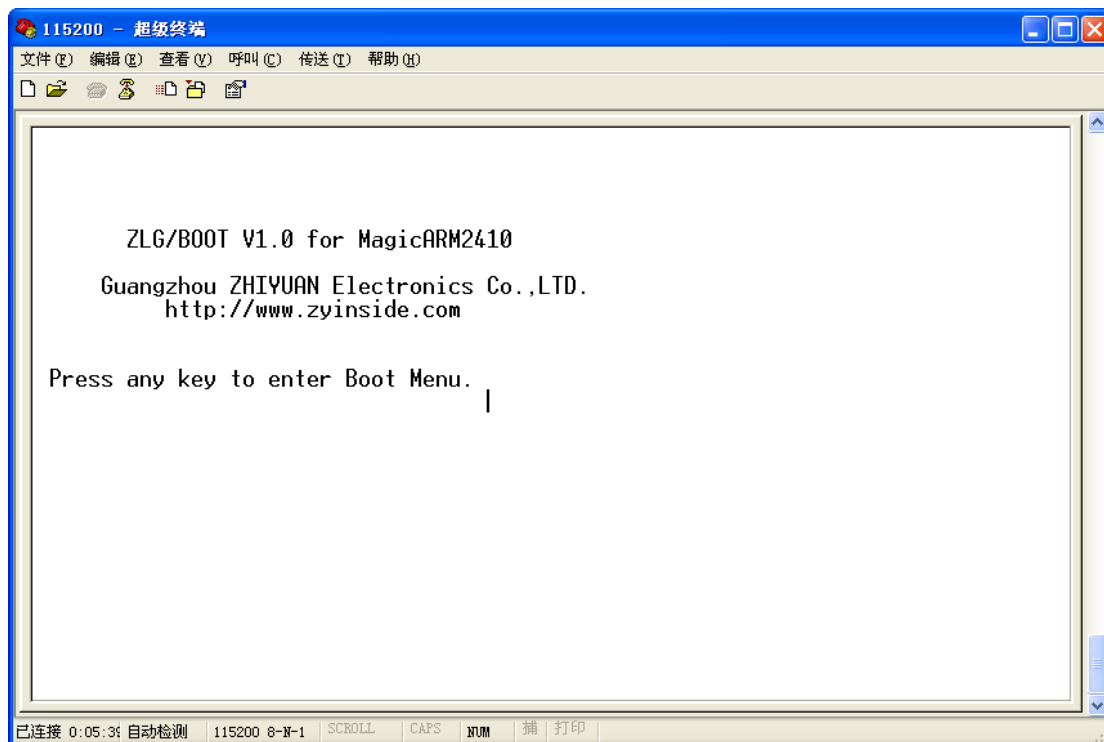
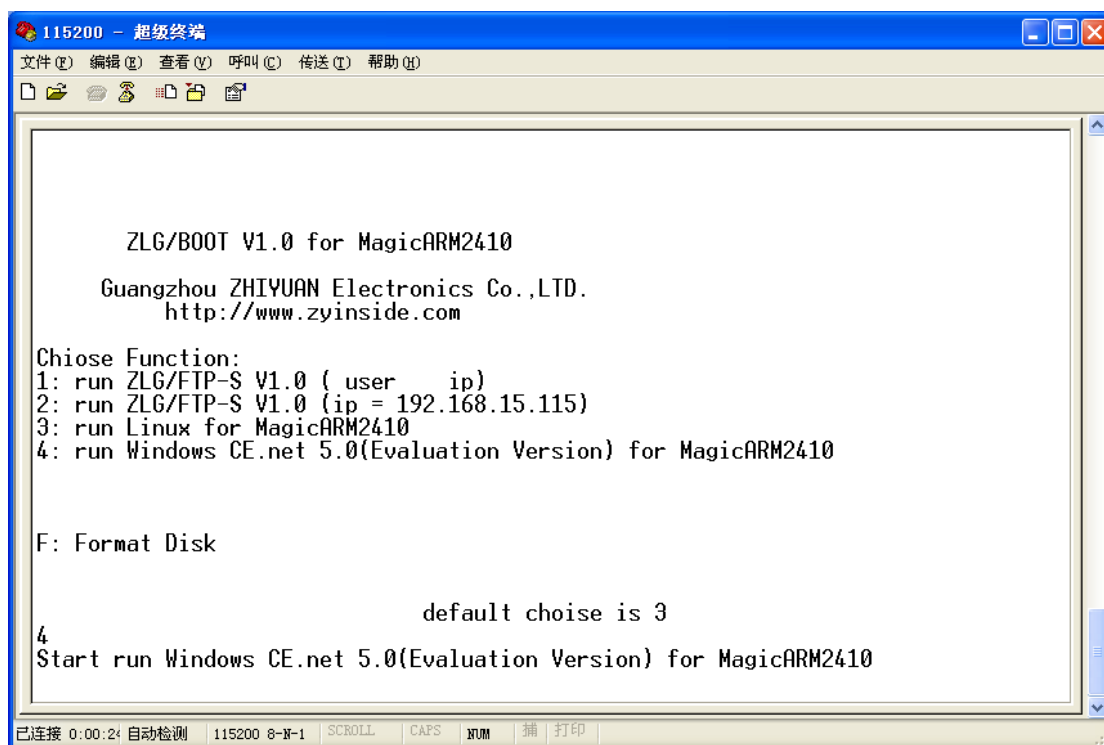

图 2.5 超级终端的启动界面
图 2.6 选择启动 Windows CE.net 5.0
3. 打开实验箱电源，当超级终端出现如图 2.5 所示的启动信息时，在 PC 键盘上按任意键。这时，出现如图 2.6 所示的选择菜单，选择 4 启动 Windows CE.net 5.0。